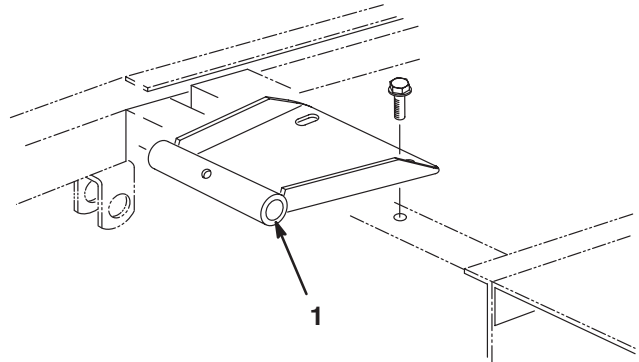

Figure 8
2. Fixez le support de pivot du siège au bâti avec 2 vis à embase qui font partie du kit (Fig. 8).
- Fixez le support de pivot du siège au bâti avec 2 vis à embase qui font partie du kit (Fig. 8)